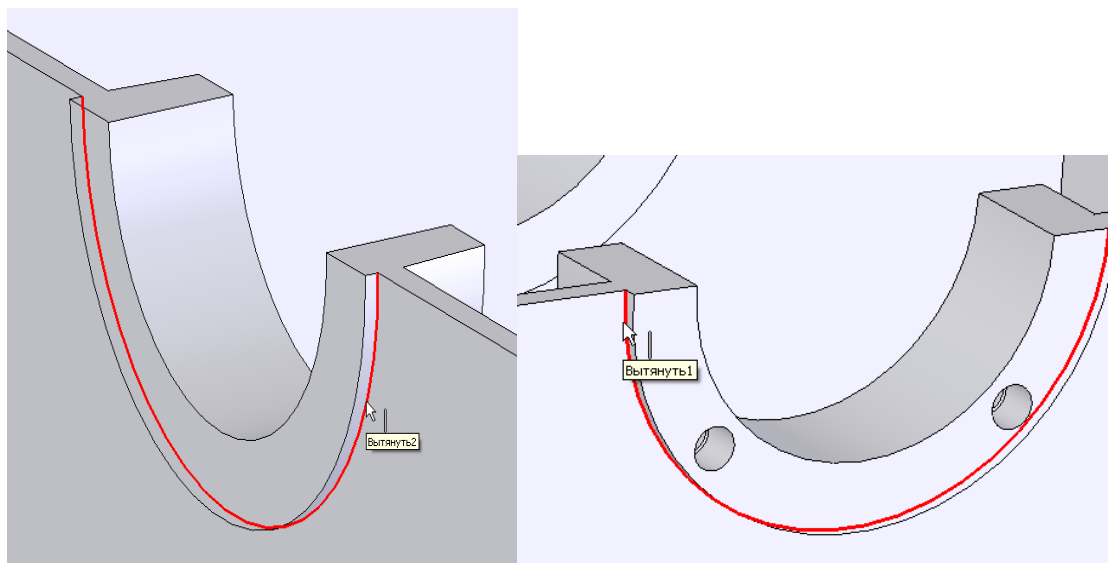

Рис.44
2. Затем укажем нужные кромки (рис. 44).